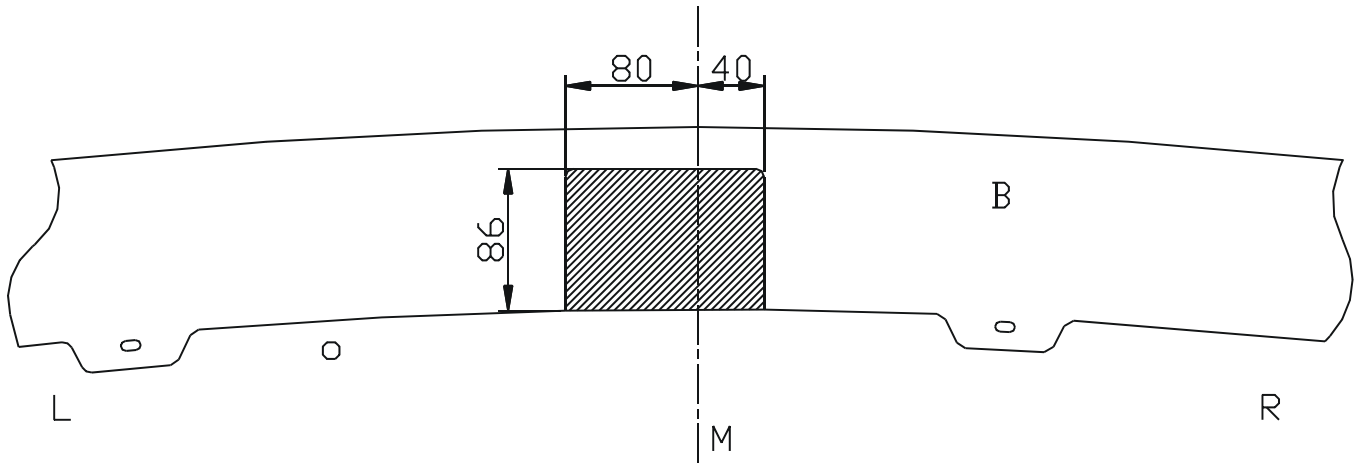

Fig. 1
- 2) Breng in de vrijgekomen openingen achteraan de chassisbalk de draagarmen (1) linksen (2) rechts in de chassisbalken. De punten (A) passen met de voorziene boringen in de onderzijde van de chassisbalk, breng de bouten en rondsels aan en schroef deze handvast.
- 3) Positioneer de trekhaak met de punten (B) en (C) tussen de draagarmen en breng de bouten in, schroef alles degelijk vast (zie aanhaalmomenten).
- 4) Maak onderaan de bumper een insnijding volgens fig.1 en monteer de bumper op het voertuig.
- 2) Insérer les bras porteurs (1) à gauche et (2) à droite dans les espaces dans les poutres du châssis. Les points (A) s'adaptent dans les espaces prévus sur le côté inférieur de la poutre du châssis, insérer les boulons et les rondelles sans serrer.
- 3) Positionner l'attelage avec les points (B) et (C) entre les bras porteurs et insérer les boulons. Bien visser le tout (cfr. couples de serrage).
- 4) Faire une découpe du côté inférieur du pare-chocs selon fig.1 et remonter le pare-chocs sur le véhicule.
- 2) Insert the supporting arms (1) at the right and (2) at the left in the liberated holes at the back of the vehicle in the chassis beams in the back of the vehicle. Points (A) match the provided holes in the bottom of the chassis beam, insert the bolts and the washers without tightening.
- 3) Place the tow bar with points (B) and (C) between the supporting arms and insert the bolts, tighten everything firmly (see tension).
- 4) Make an incision in the bottom of the bumper according to fig.1 and replace the bumper on the vehicle.
- 2) Tragarme (1) links und (2) rechts in die freigewordenen Löcher hinten in den Chassisbalken bringen. Punkte (A) stimmen mit den vorhandenen Bohrungen in der Unterseite vom Chassisbalken überein. Bolzen und Ritzel einbringen ohne anzuspinnen.
- 3) Die Anhängerkupplung mit den Punkten (B) und (C) zwischen die Tragarme setzen. Bolzen einbringen und alles entsprechend der Drehmomentenvorgabe festziehen.
- 4) Unten in der Stoßstange einen Einschnitt entsprechend Fig. 1 machen und die Stoßstange wieder an das Fahrzeug montieren.